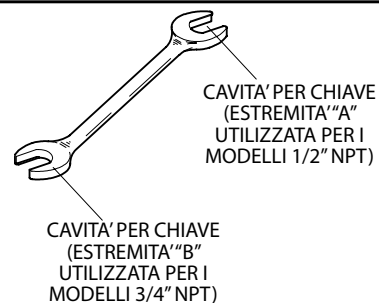

FIGURA 7
Passo 3. Serrare lo sprinkler nel rispettivo raccordo utilizzando soltanto una chiave per sprinkler W-tipo 6 (v. figura 7), salvo per gli sprinkler rivestiti di cera, per i quali dovrà essere impiegata una chiave regolabile a mezza luna da 200 o 250 mm (8 o 10"). Con riferimento alle figure 1, 2, 3 e 4 la chiave per sprinkler W-tipo 7 o, a seconda dei casi, la chiave regolabile a mezza luna devono essere applicate alle spianature per l'impiego della chiave.